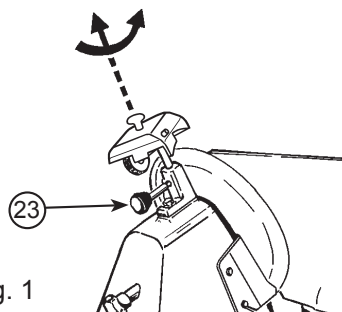

Fig. 1
Togliere la spina dalla presa di corrente. • Accertarsi che la paratia mobile (2) sia chiusa (pomolo graduato (6) in posizione "0"). • Pulire accuratamente la parte di lama da affilare. • Ripristinare la presa di corrente. • Allentare il pomolo di blocco (23) del gruppo affilatoio (10). • Sollevare il gruppo affilatoio (10) in modo da ruotarlo di 180° per presentare le due mole in posizione di lavoro. Vedi fig. 1. • Abbassare il gruppo affilatoio (10) fino al proprio fermo. • Assicurare il gruppo ruotando il pomolo di blocco (23). • Azionare l'interruttore (5) e premere il pulsantino (26). Lasciare girare la lama per circa 1 minuto. A lama ferma controllare il suo fianco se si è prodotta una leggera bava. • Accertata la presenza di questa bava, azionare l'interruttore (5) e premere leggermente il bottone (27) per circa 3 secondi in modo da asportare la bava prodotta durante l'affilatura. • Effettuata l'affilatura riportare il gruppo affilatoio (10) nella sua posizione di riposo, pulire il filo della lama e le mole con alcool. • Dopo più affilature pulire la mola affilatrice da eventuali residui con alcool servendosi di uno spazzolino.